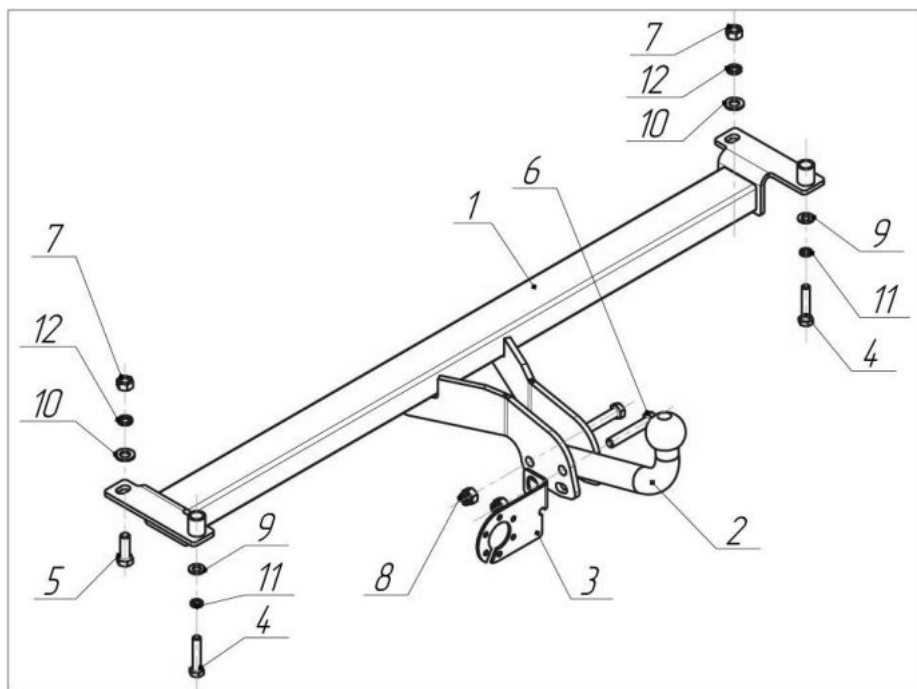

Рис.1 Установка на автомобиль
- Установить ТСУ поз.1 (Рис.1) так, чтобы отверстия в кронштейнах совпали с существующими отверстиями в лонжеронах автомобиля;